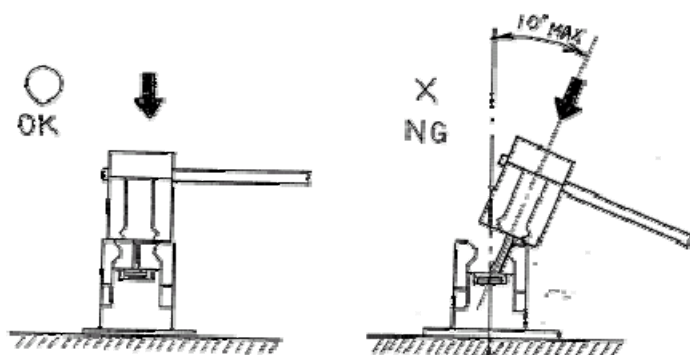

FIG. 1
- (1) プラグコネクタ嵌合時は、FIG. 1に示しますように垂直に近い状態で嵌合をお願い致します。